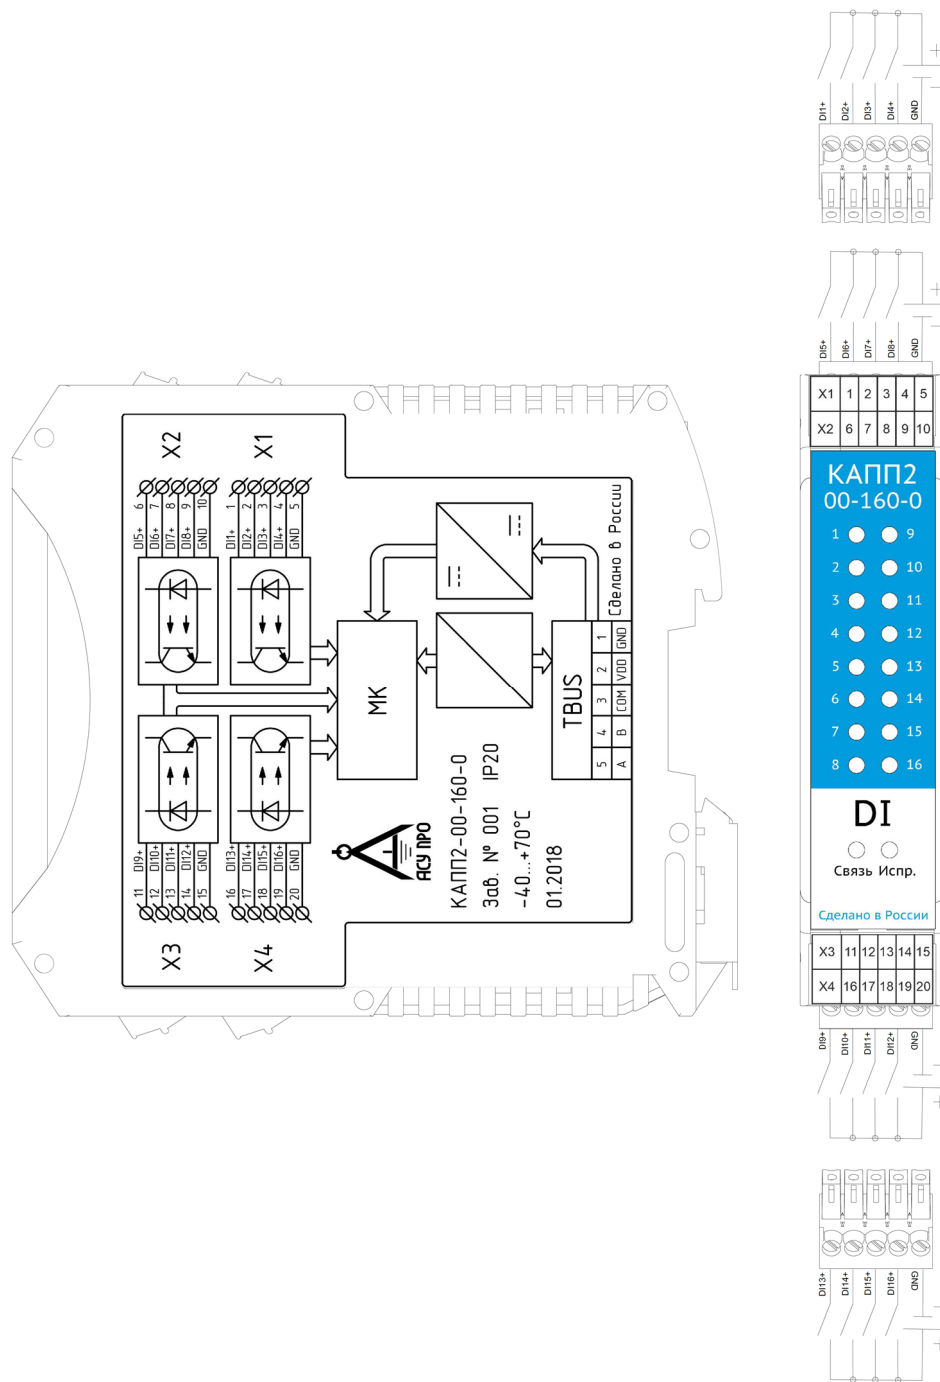

Рисунок 2 – Схема соединений модуля КАПП2-00-160-0
2.2.2.1 Питание модуля следует осуществлять от локального блока питания подходящей мощности, установленного совместно с модулем в шкафу электрооборудования. Во внешней цепи блока питания рекомендуется установить выключатель, обеспечивающий отключение модуля от сети. Подключение питания осуществляется через шину TBUS (см. рисунок 2).